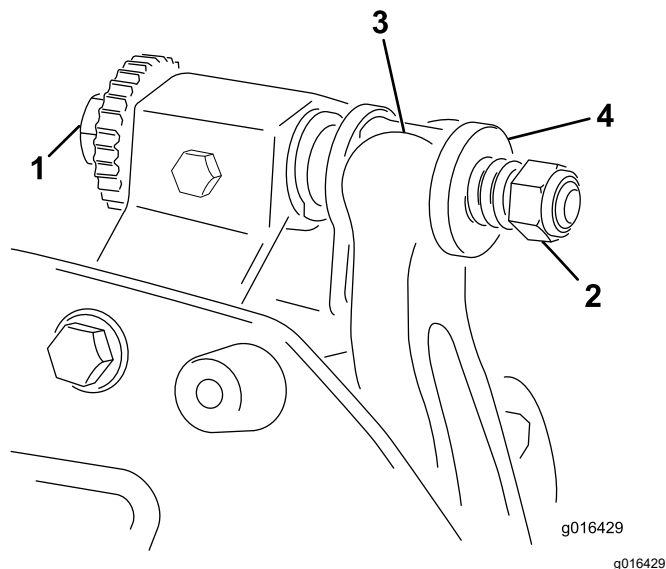

图 13
1. 逆时针旋转底刀架调节螺丝将底刀后撤离滚刀 图 13。
2. 退出弹簧加压螺母直到垫圈不再对底刀架 图 13 施压。
- 1. 安装底刀架/底刀总成将安装吊耳固定在垫圈与底刀架调节螺丝之间图 13。